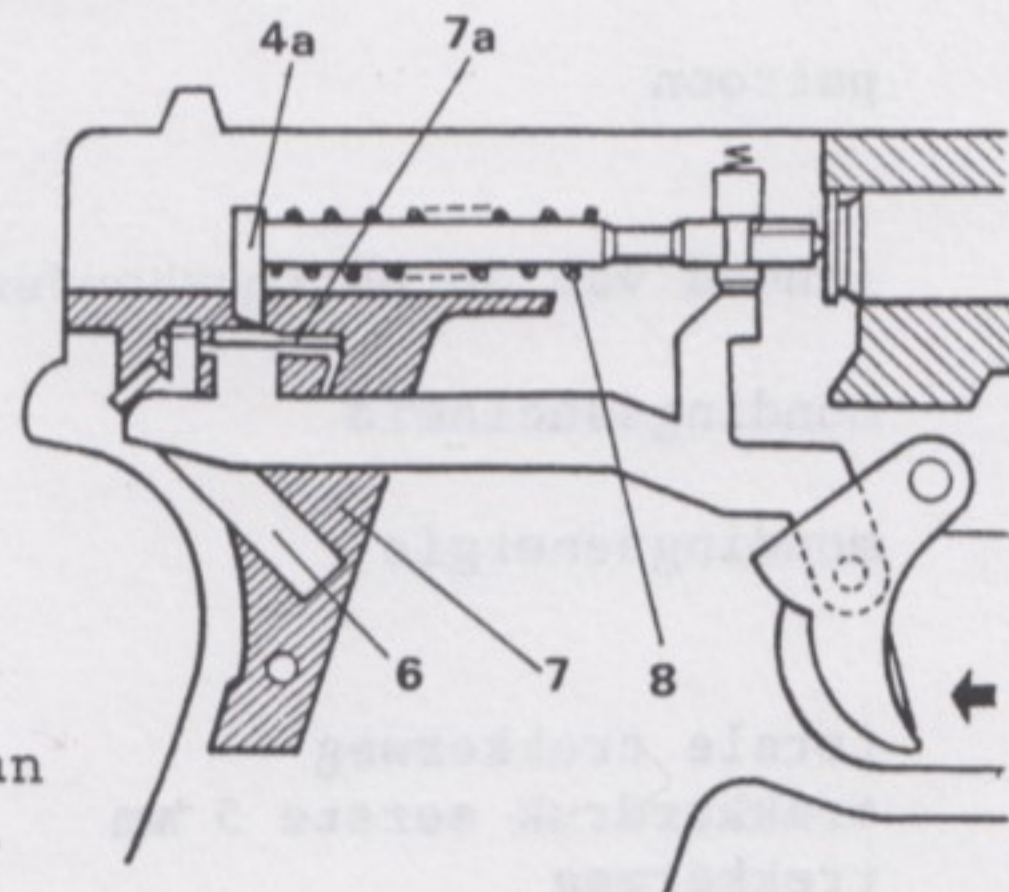

fig.2-3
De trekker gaat nu verder naar achteren. Het achtereinde van de afvuurstang wordt door de stuurveer (6) naar beneden gedwongen. Hierdoor komt de afvuurschoot vrij van de slagpinnok (4a) waardoor de slagpin door de druk van de slagpinveer (8) naar voren gaat. Het schot gaat af (fig.2-3).